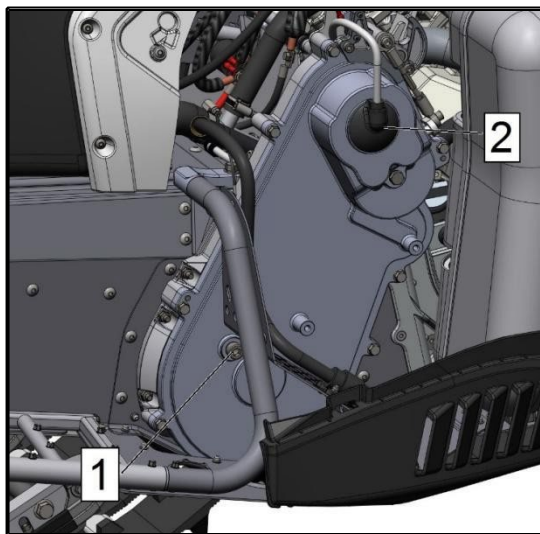

Fig. 27
2. Svitare il tappo di ispezione con esagono da 8 mm sul coperchio anteriore della trasmissione (posizione 1, Fig. 27).
4. Rimuovere il coperchio di gomma sulla parte superiore del punto di controllo (Pos. 2, Fig. 27).